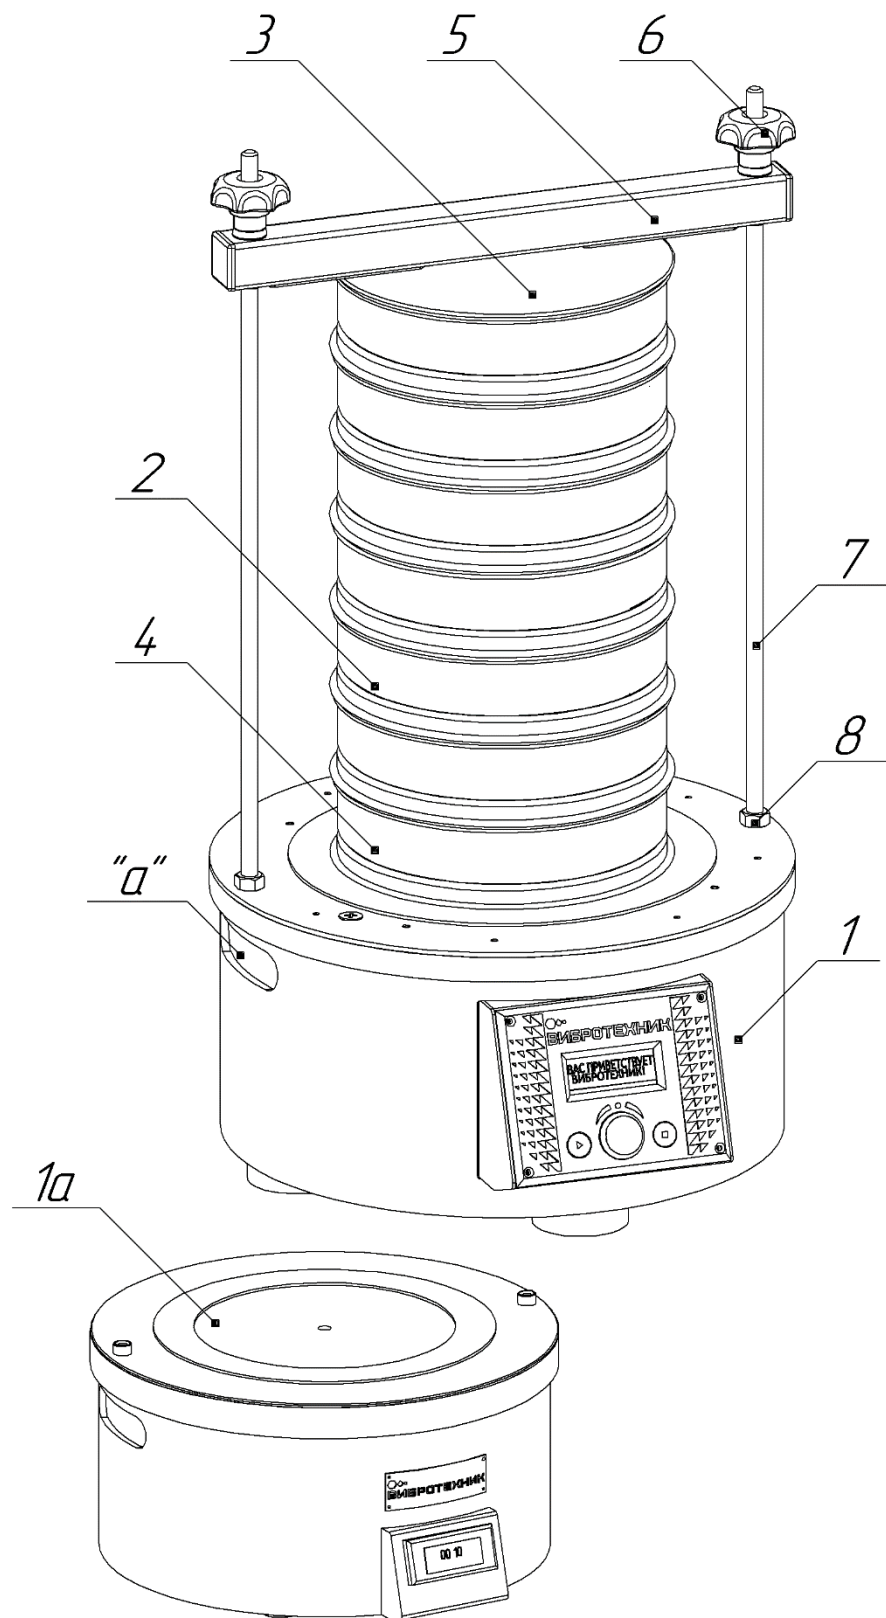

Рис. 1 Анализатор ситовой А 20
- вверните шпильки 7 в резьбовые отверстия платформы на глубину 14-16 мм (Рис. 1);
- а) Сформируйте требуемый комплект сит 2 (Рис.1), нижнее сито установите в поддон 4;